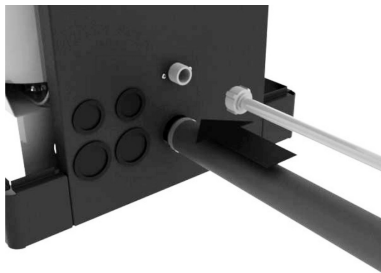

рис. 24
7. Присоедините линию подачи воды к соединению 3/4" электроклапана, расположенного снизу пароувлажнителя (рис. 24, 25).